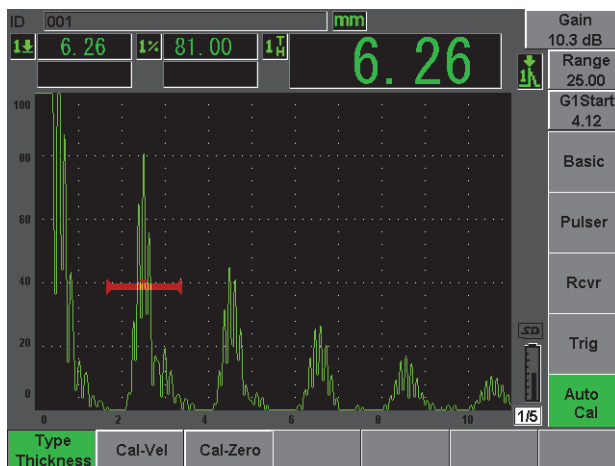

Рис. 2-13 Меню Auto Cal (Автокалибровка)
4. Выберите меню **Auto Cal** (см. Рис. 2-13 на стр. 45).